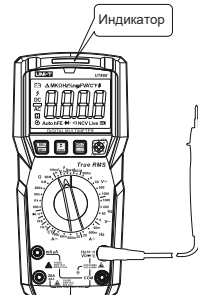

Рис. 13
9.11 Идентификация фазного или нейтрального провода подключением одного щупа (Рис. 13) (только UT89X)